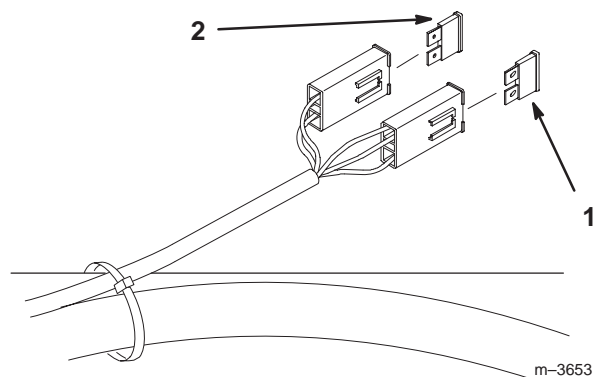

Figure 48
1. Soulevez le siège pour accéder au porte-fusibles (Fig. 48).
2. Pour remplacer un fusible, tirez dessus pour l'enlever (Fig. 48).